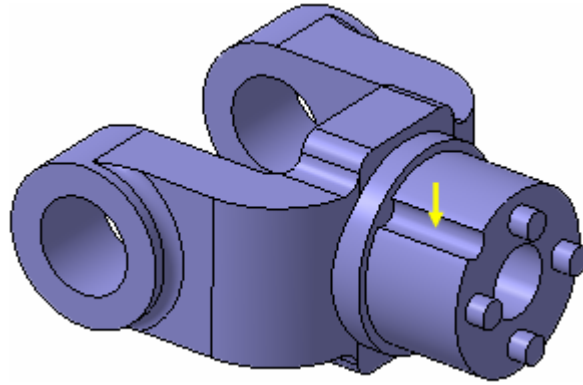

Рисунок 80.
- Нажмите кнопку Создать объект (рис. 80).